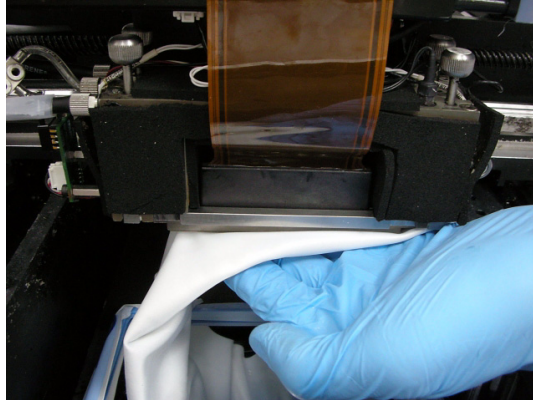

Figure 6-29 : Nettoyage des têtes
9. Nettoyez les plaques perforées dans un mouvement de va et vient (voir la figure 6-29). Utilisez le miroir pour vérifier que vous avez éliminé tous les résidus de matériau.